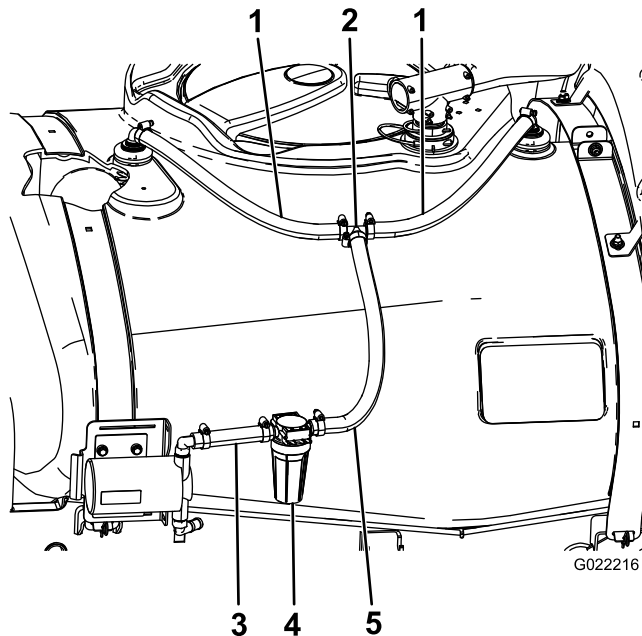

Figura 11
1. Conecte las mangueras de 48 cm a los conectores de manguera que instaló anteriormente en las boquillas de enjuague usando 2 abrazaderas (Figura 11).
2. Sujete los extremos sueltos de las mangueras al acoplamiento en T con 2 abrazaderas (Figura 11).
1. Conecte el extremo largo de la manguera del filtro de enjuague al acoplamiento en T con una abrazadera (Figura 11).
2. Conecte el otro extremo de la manguera del filtro de enjuague al conector superior de la bomba de enjuague con una abrazadera (Figura 11).